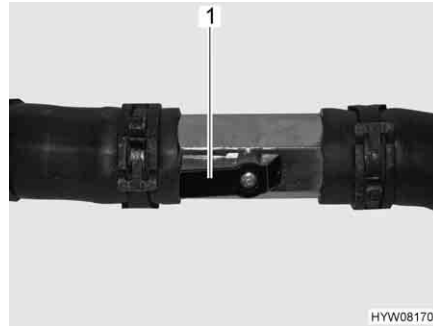

Bild 204 Absperrhahn geöffnet
- Den Hebel (Bild 204,1) parallel zur Rohrleitung stellen (Bild 204). Je weiter der Absperrhahn geöffnet wird, desto höher ist die Heizleistung.